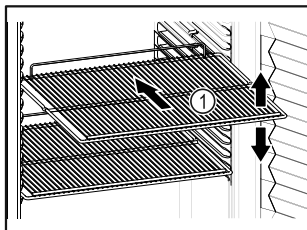

Fig. 57
- ❑ Ако стелажите за съхранение Fig. 57 (1) могат да се местят, регулирайте ги според височината.